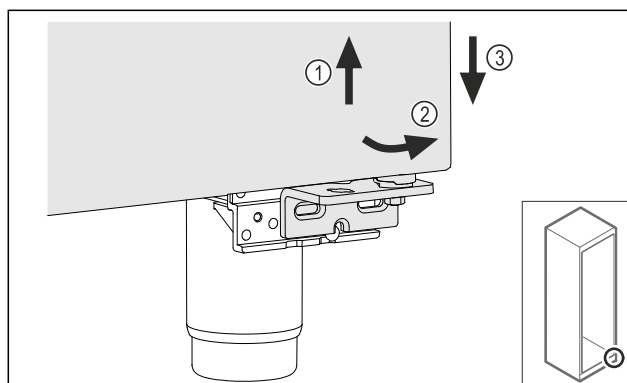

Fig. 19
- Deur iets optillen Fig. 19 (1), onderzijde naar voren kantelen Fig. 19 (2) en laten zakken Fig. 19 (3).